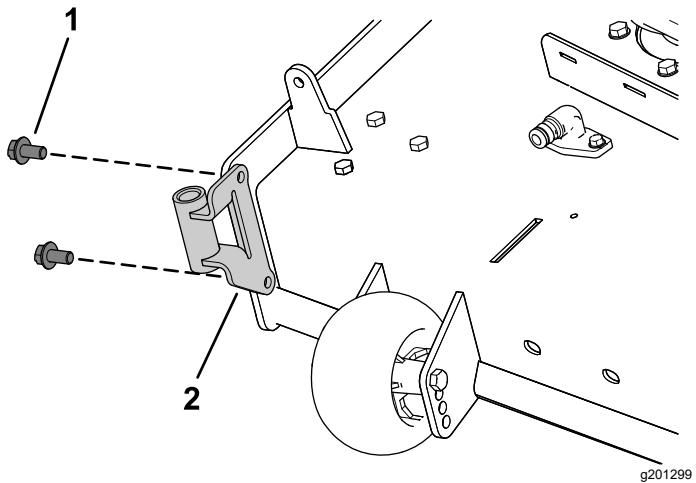

Figura 8
- Montirajte nosač duvača na kućište kosilice pomoću 2 vijka sa šestougaonom glavom i podloškom ($\frac{3}{8} \times \frac{3}{4}$) kako je prikazano na Figura 8.